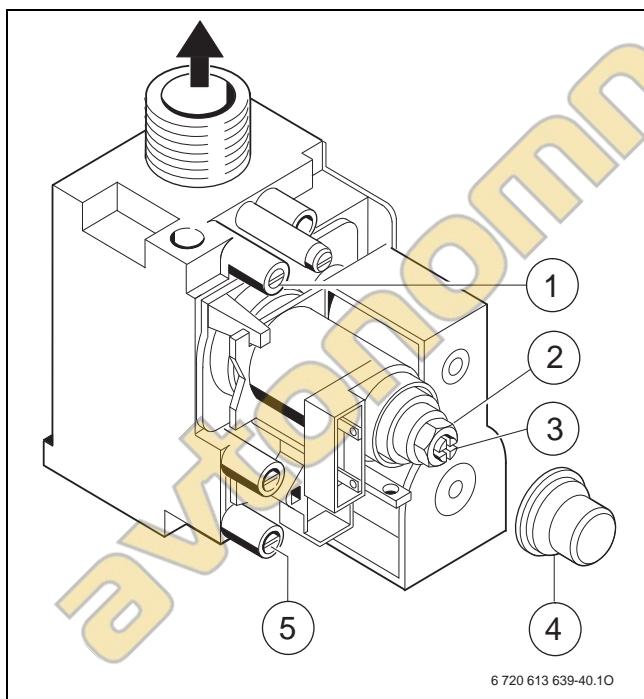

Рис. 28
- Отвернуть уплотнительный винт штуцера для измерения давления перед форсунками (→ рис. 28, [1], стр. 21) и подсоединить U-образный манометр.
- Отвернуть уплотнительный винт штуцера измерения давления перед форсунками (→ рис. 28, [1]) и подсоединить U-образный манометр.
- Снять крышку (→ рис. 28, [4]).
- Для положения «максимум» давление (мбар) перед форсунками приведено в таблице на стр. 40. Установите давление перед форсунками регулировочным винтом максимального расхода газа (→ рис. 28, [2]). Поворот направо - больше газа, поворот налево - меньше газа.
- Давление перед форсунками (мбар) для положения «минимум» приведено в таблице на стр. 40. Установите давление перед форсунками регулировочным винтом минимального расхода газа (→ рис. 28, [3]).
- Отвернуть уплотнительный винт штуцера для измерения присоединительного давления (→ рис. 28, [5]) и подключить манометр.